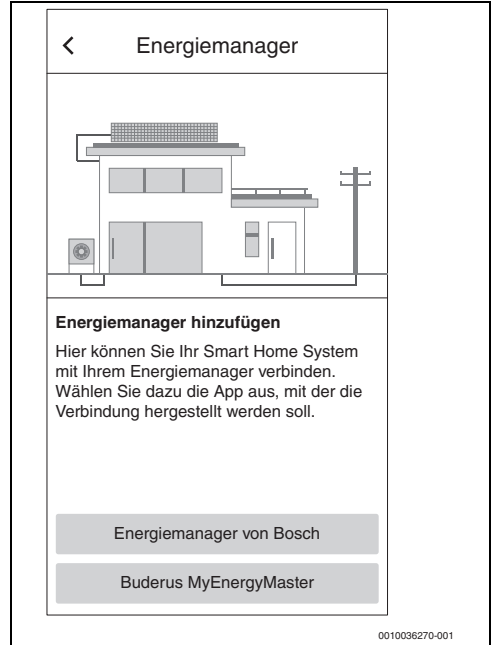

Bild 16 Energiemanager von Bosch auswählen
4. Im Menü **Energiemanager** den Menüpunkt **Energiemanager von Bosch** auswählen (→ Bild 16).